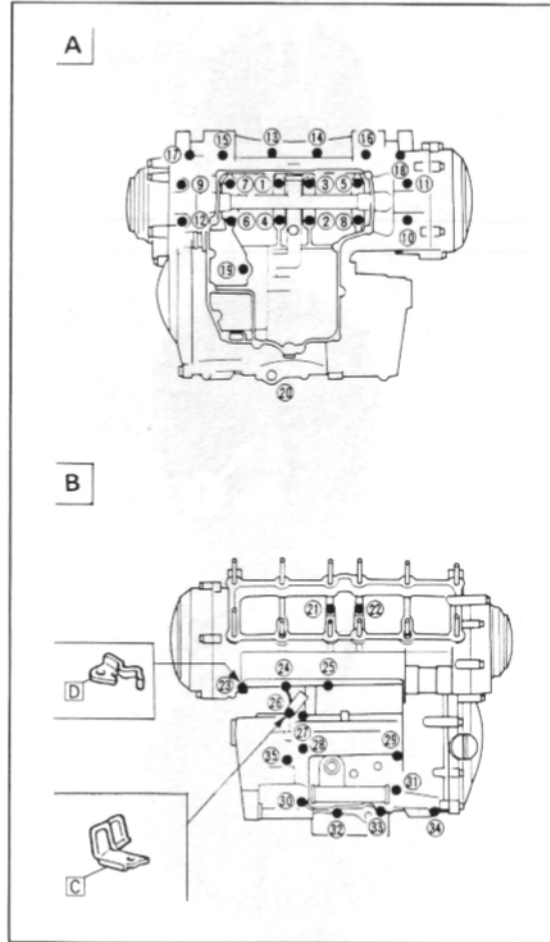

Bild 187
- Sämtliche Schrauben in 2 bis 3 Durchgängen von innen nach aussen anziehen. Anzugsreihenfolge siehe Bild 187. Anzugsmoment des letzten Durchgangs für Schrauben Nr. 1 bis 12 und Nr. 30: 24 Nm; Schrauben Nr. 13 bis 29 und 31 bis 35: 12 Nm.